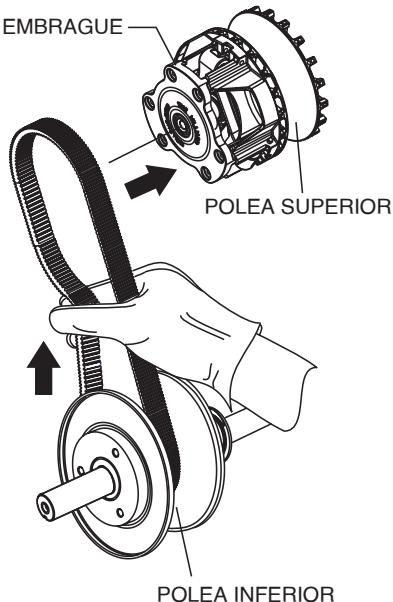

Figura 36. Instalación de la correa de la polea superior
- Coloque el extremo libre de la correa de la CVT (Figura 36) en las ranuras de la polea superior.